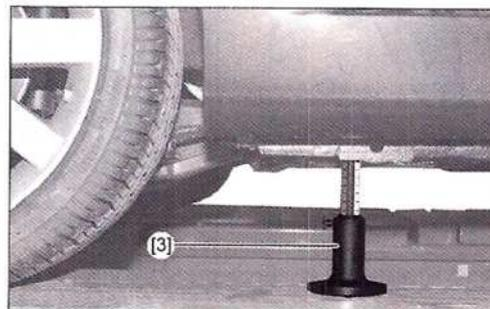

FIG. 64
- Escoger la muesca (A) mejor adaptada para tirar de las cinchas lo más verticalmente posible.
- Comprobar la altura tras. (H2) con ayuda del útil [3] (Fig.64), y compararla con la tabla de medición (ver "Características").